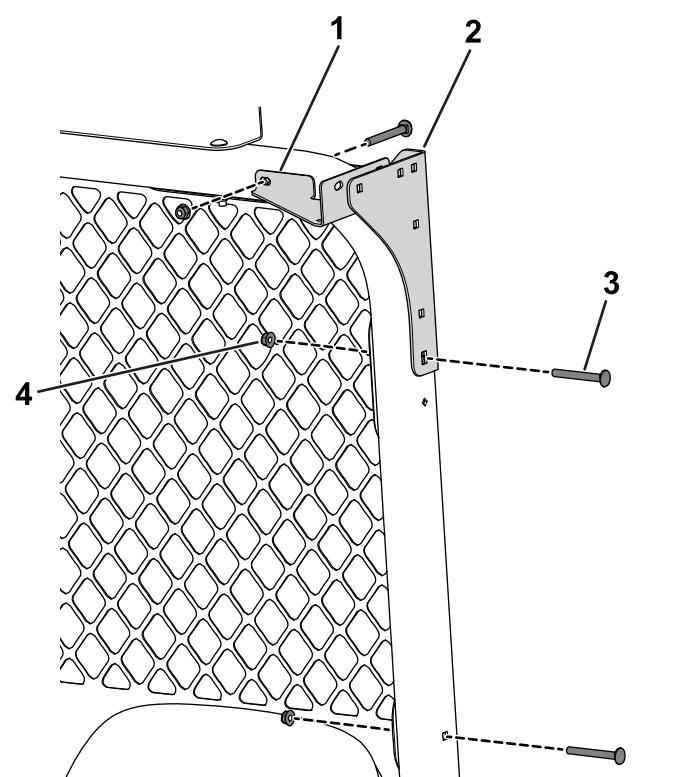

图 34
6. 使用 4 个托架螺栓 $5/16 \times 2\frac{3}{4}$  英寸和 4 个螺母 $5/16$  英寸将后安装支架和后角撑板固定到翻车保护杆上 图 34。
7. 安装 2 个托架螺栓 $5/16 \times 2\frac{3}{4}$  英寸和 2 个螺母 $5/16$  英寸将后滤网固定到翻车保护杆上 图 34。